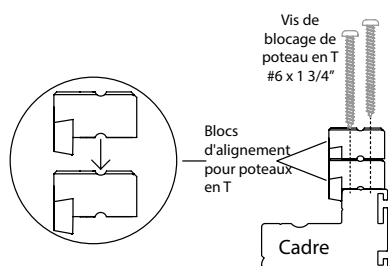

Fig. 7.1
- Empilez deux blocs d'alignement de poteau en T, les deux avec les languettes vers le bas (Voir Fig. 7.1)
- Positionnez les blocs empilés sur la partie du bloc-lumière du cadre de manière à ce que les trous des blocs soient alignés avec les trous pré-perçés dans le cadre. (Les languettes dépasseront du bord intérieur du bloc-lumière) (Voir Fig. 7.1)
- Empilez deux blocs d'alignement de poteau en T, les deux avec les languettes vers le bas. (Voir Fig. 7.1)
- Positionnez les blocs empilés sur la partie du bloc-lumière du cadre de manière à ce que les trous des blocs soient alignés avec les trous pré-perçés dans le cadre. (Les languettes pendent du bord intérieur du bloc d'éclairage). (Voir Fig. 7.1)
- Fixez les blocs au cadre à l'aide de deux (2) vis de blocage poteau en T #6 x 1 3/4". Ne serrez pas complètement les vis, mais seulement de manière à ce qu'elles soient bien serrées. Cela permettra un certain ajustement latéral du poteau en T.